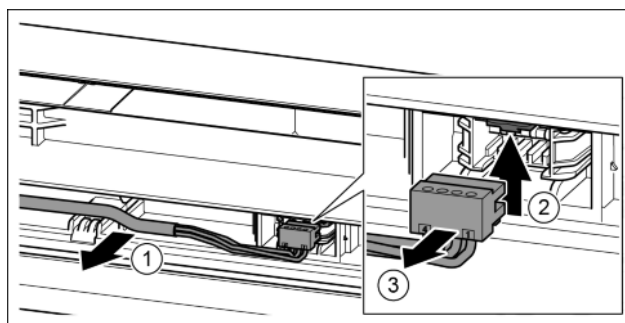

Fig. 20
- ▶ Осторожно высвободить серый кабель из направляющей в двери. Fig. 20 (1)
- ▶ Отжать соединительную накладку вверх. Fig. 20 (2)
- ▶ Осторожно извлечь штекер. Fig. 20 (3)